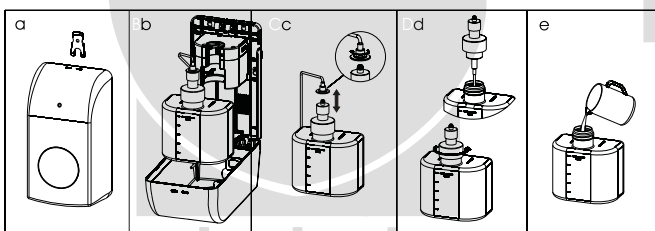

Fig. 7
6. Påfyldning af sæbe (se Fig. 7):